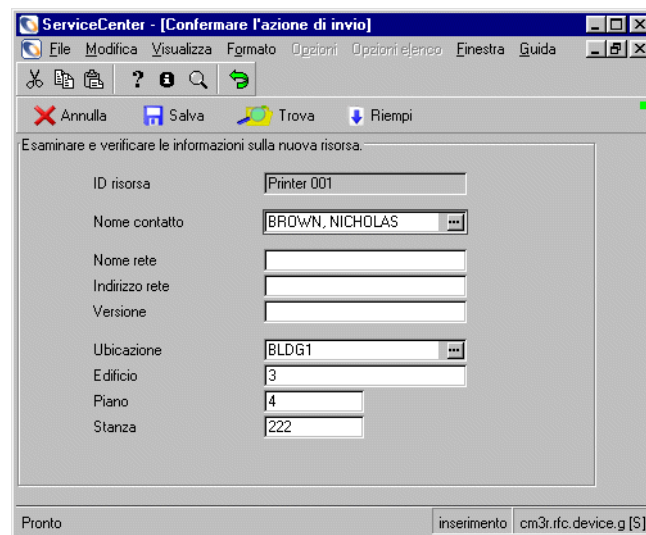

Figura 10-39: Azione di conferma modifica
- 3 In questa RdM di esempio, una stampante è stata spostata da un'ubicazione a un'altra. L'informazione sull'ubicazione era stata modificata nella scheda Inventario della RdM (fare riferimento alla Figura 10-25 a pagina 478). Quando viene chiusa una RdM nella quale sono state modificate le proprietà di un dispositivo, viene visualizzata una finestra di dialogo per confermare le modifiche (Figura 10-39).